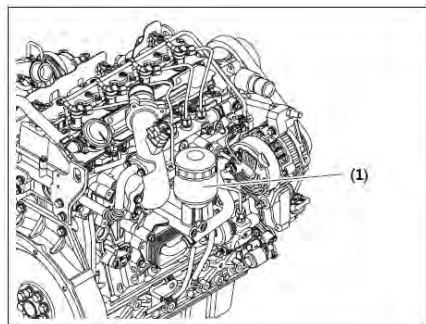

Рис. 5-6
С помощью крышки масляного фильтра (110910-00628) замените масляный фильтр (Рис. 5-6, (1)).